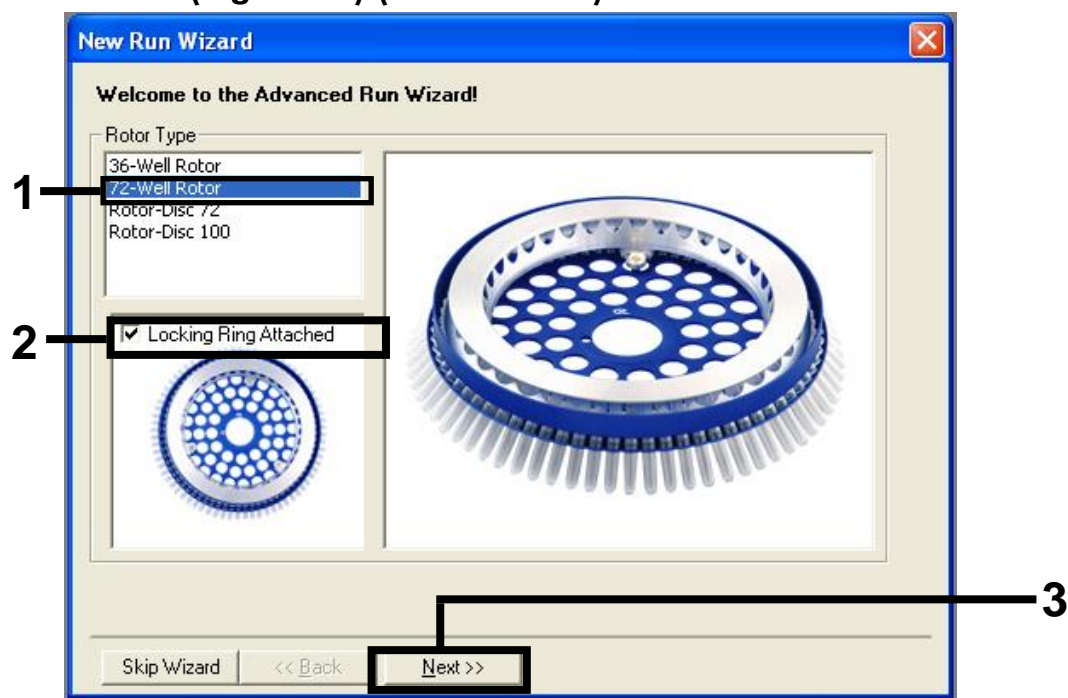

Ilustración 1. Cuadro de diálogo “New Run Wizard” (Asistente para series nuevas)
4. Seleccione **72-Well Rotor** (Rotor de 72 pocillos) como tipo de rotor. Confirme que el anillo de fijación esté sujeto y marque la casilla **“Locking Ring Attached”** (Anillo de fijación sujeto). Haga clic en **“Next”** (Siguiente) (Ilustración 1).